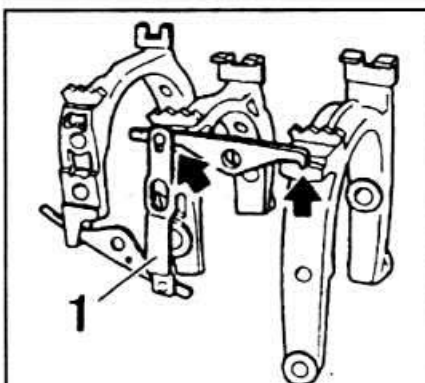

Рис. 5-27. Стрелками показано правильное положение рычага фиксатора относительно вилок переключения передач:
- Сдвинуть рычаг фиксатора так, чтобы его самый длинный шип вошел в прорезь вилки переключения V передачи и передачи заднего хода (рис. 5-27).